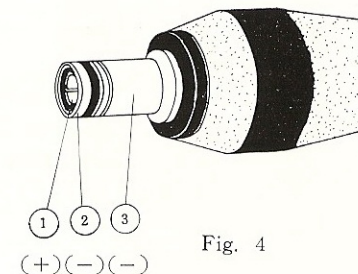

Fig. 4
En outre, on devra utiliser un câble de connexion à trois conducteurs que la figure 4 montre. (Connecter ① à la polarité (+), ② et ③ à la polarité (-).)